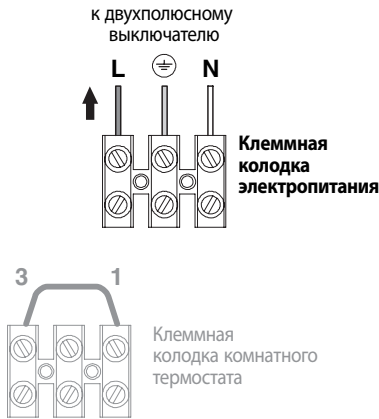

Рисунок 5.23
- Подсоедините токопроводящий кабель, идущий от всеполюсного выключателя, к клеммной колодке электрического питания котла (Рисунок 5.23), соблюдая соответствие линии (коричневый провод) и нейтрали (голубой провод).